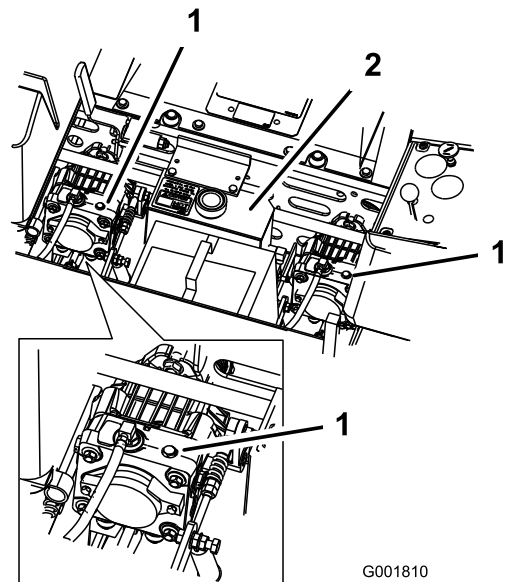

Figura 32
2. Gire las válvulas de desvío una vuelta en el sentido contrario a las agujas del reloj para empujar la máquina. Esto permite que el aceite hidráulico se desvíe alrededor de la bomba, dejando que las ruedas giren (Figura 32).
Gire las válvulas de desvío una vuelta en el sentido de las agujas del reloj para conducir la máquina (Figura 32).